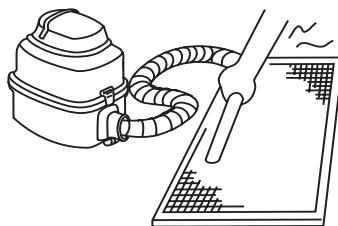

Рис. 8
6. При чистке пылесосом фильтр должен быть расположен поверхностью для входа воздуха вверх. (См. рис. 8)